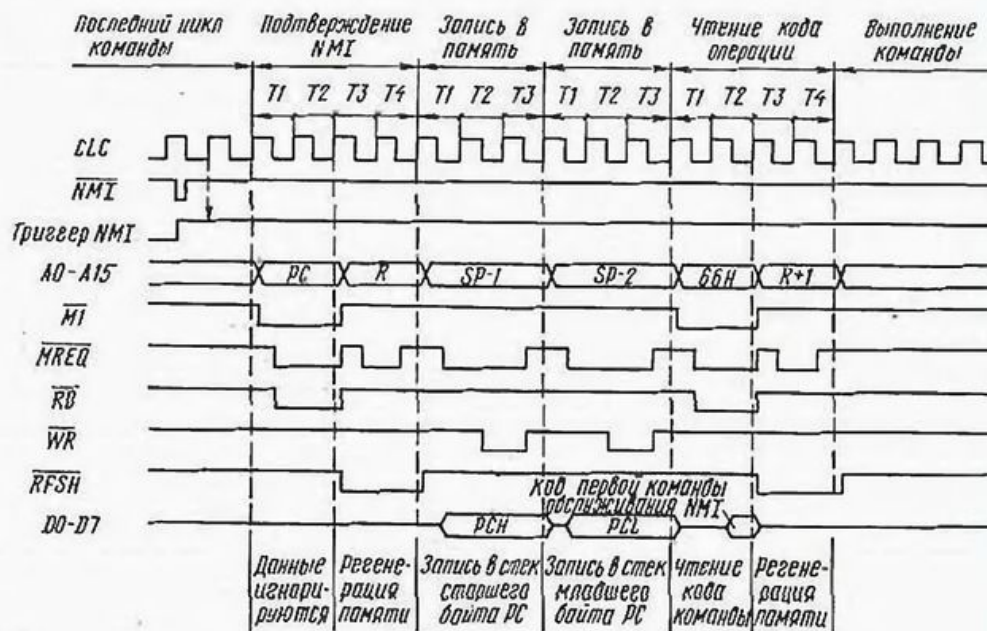

Рис.6
Вызов подпрограммы обслуживания NMI иллюстрируется рис. 6. Вслед за циклом NMI обязательно идут два цикла записи данных в память, в которых на вершину стека (SP) записываются старший (PCH), а затем младший (PCL) байты счетчика команд (PC) и один цикл чтения кода операции из ячейки памяти с адресом 66H, в которой находится первая команда подпрограммы обработки NMI.